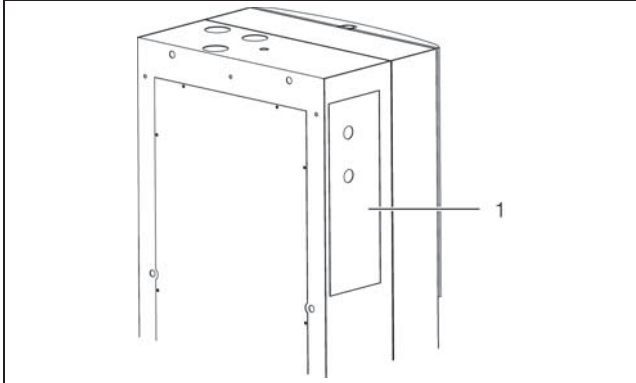

Fig. 45 : Raccordement SPS (3360.100, 3360.250, 3360.470)
- Ouvrir le clapet d'entretien (fig. 45, pos. 1) sur la partie gauche du refroidisseur d'eau.
- **Uniquement pour les modèles 3360.100, 3360.250, 3360.470 :** Ouvrir le clapet d'entretien (fig. 45, pos. 1).